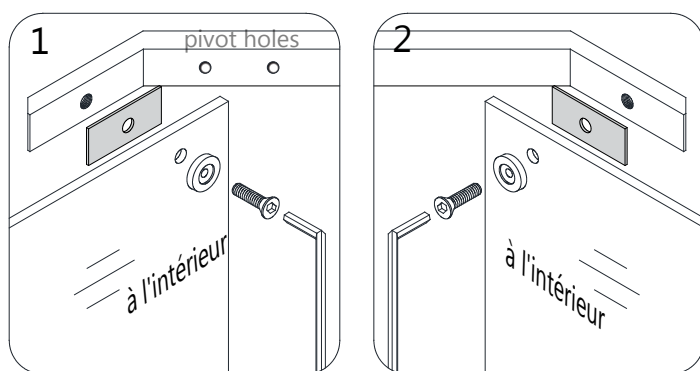
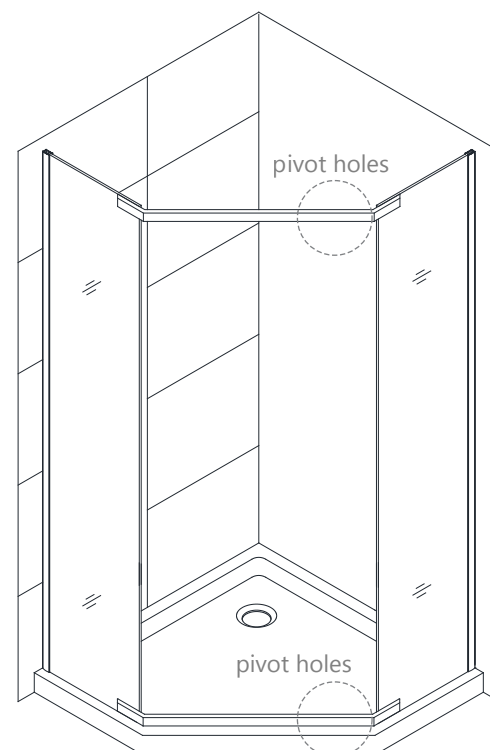

Fig 5a
Fig 5b
5. Examinez les **barres de pivot (#05)** et notez qu'il y a des trous pour les assemblages de pivot supérieur et inférieur à une extrémité. Fixez les **barres de pivot du haut et du bas (n° 05)** (avec les trous de pivot du bon côté pour l'ouverture de la porte) à travers les trous **du panneau vitré (n° 03)**. Placez les joints en **vinyle transparents (n° 15)** entre **les barres pivotantes (n° 05) et le panneau vitré (n° 03)** pour éviter tout contact verre-métal. Utilisez les boulons à six pans creux M8×25 (n° 17) et **la rondelle décorative (n° 18)** pour fixer **les barres pivotantes (n° 05) au panneau vitré (n° 03)**. (Fig. 5a et Fig. 5b)